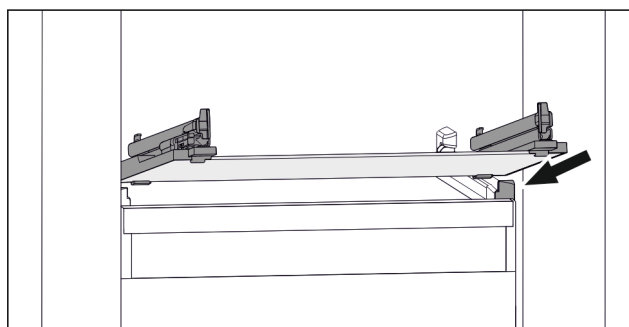

Fig. 73 Примерно изображение на стъклената плоча
- Поставете стъклената плоча под ъгъл зад ограничителите. (виж Fig. 73)